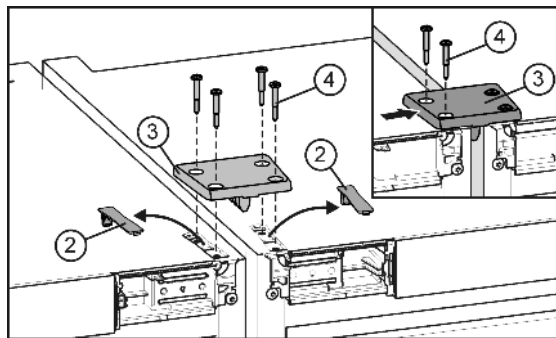

Fig. 5
- ▶ Ξεκουμπώστε και αφαιρέστε τα καλύμματα Fig. 5 (2).
- ▶ Τοποθετήστε την πλάκα σύνδεσης Fig. 5 (3) και στερεώστε τη χαλαρά με δύο βίδες Fig. 5 (4) σε μία συσκευή.